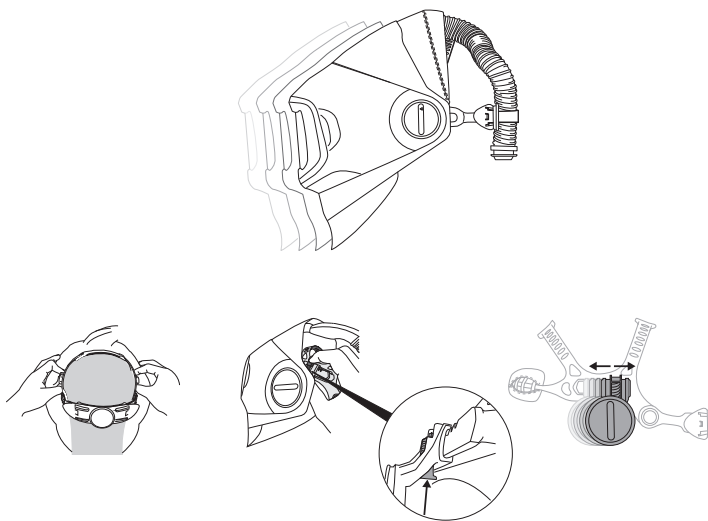

Fig. 5b
- b. Para ajustar la careta para soldar dentro y fuera (más cerca o más lejos de la cara) hay dos guías deslizantes a cada lado de la suspensión del cabezal. Para desbloquear estas guías, presiona los botones grises con los pulgares y, luego, desliza la careta para soldar hacia afuera o hacia adentro, ajustándola a tus preferencias personales (Fig. 5b). Este ajuste ayudará con el espaciado de las gafas de seguridad y también con la distancia de la lente de aumento.